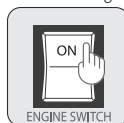

Fig. 4
6. Coloque o botão ENGINE SWITCH na “ON” Posição (Fig. 4).